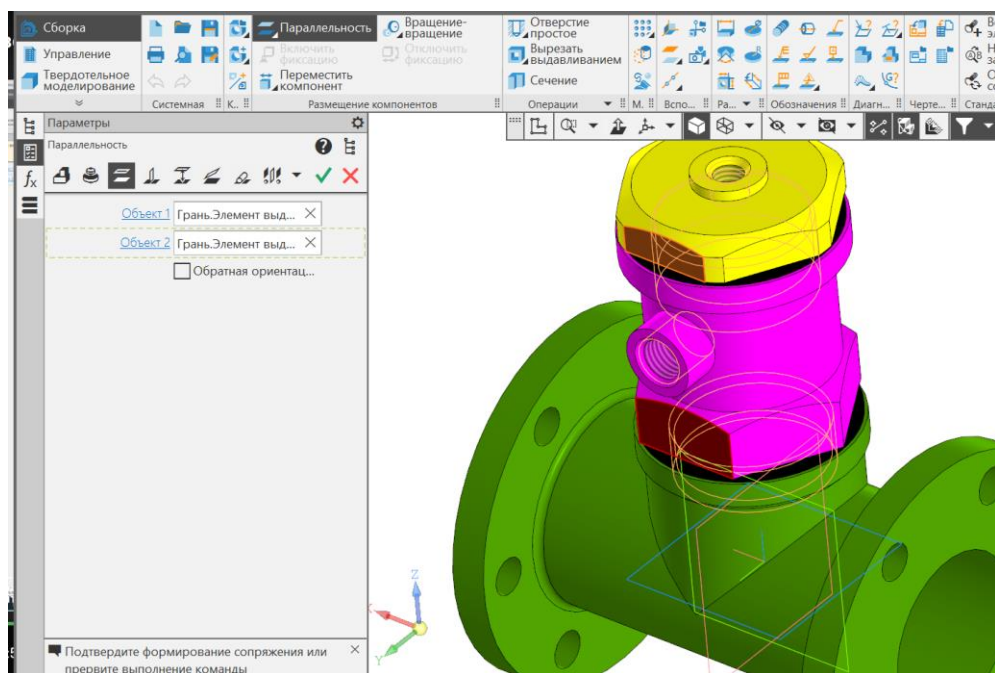

Рис. 22 Сопряжение «Параллельность»
- **Сборка – Размещение компонентов – Сопряжения – Параллельность** (рис. 22): Объект 1 (Крышка) – Грань. Элемент выдавливания:1. Объект 2 (Стакан) – Грань. Элемент выдавливания: 2.